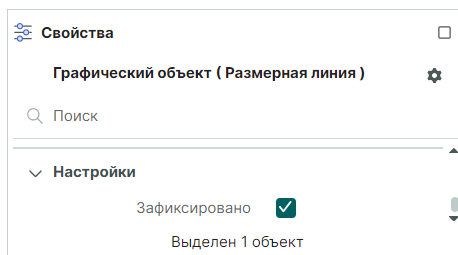

Рис. 407 Группа «Настройки»
6. Группа «Настройки» включает функцию запрета на изменение геометрии и положения размерной линии с помощью установки флага в чек-бокс «Зафиксировано», см. Рис. 407.